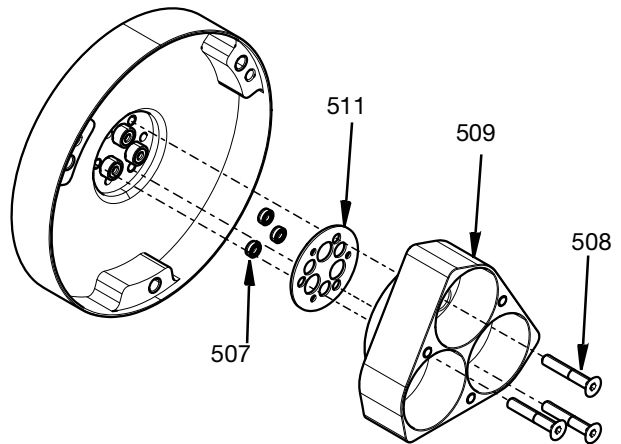

FIG. 14
6. Wykręcić trzy śruby M4 (508) mocujące obudowę cylindra powietrznego (509). Po zdjęciu cylindra powietrznego można zdjąć uszczelkę obudowy cylindra (511) i uszczelki prętów (201). Patrz **Zestaw narzędzi do zakładania i zdejmowania uszczelnień 25T489**, strona 37, w celu usunięcia uszczelnień prętów. Patrz FIG. 14.